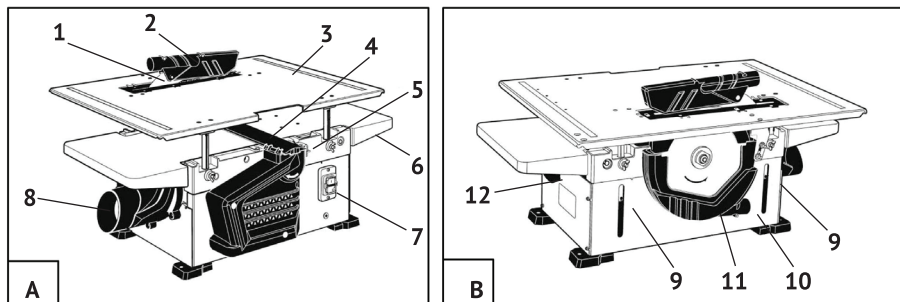

Рис. 1
4.1 Общий вид станка при распиловке пильным диском схематично представлен на рис.1 (а; b)
Пуск станка осуществляется с помощью выключателя (7) (рис. 1-А).